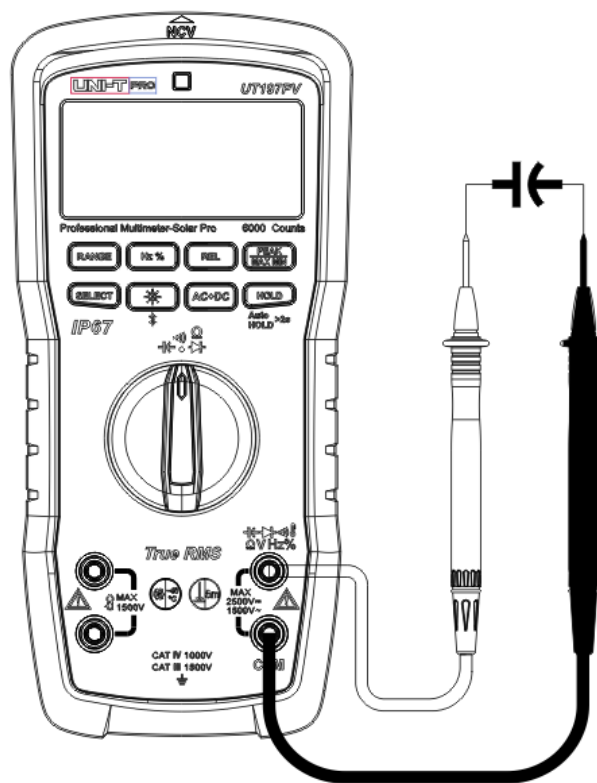

Figura 12
9. Misura della capacità (Figura 12)